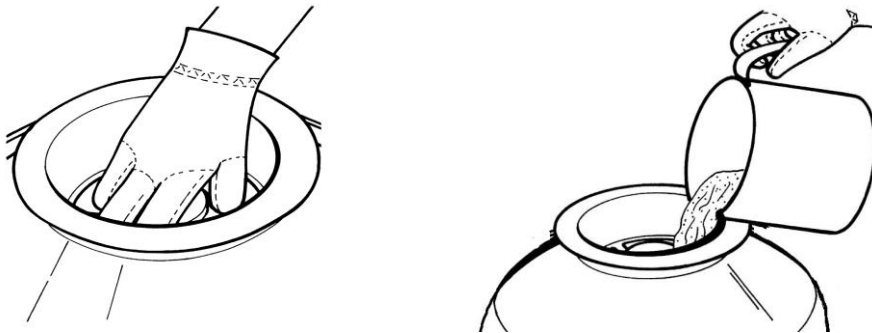

Fig. 4
- Placer maintenant le tuyau d'écoulement avec le vase de filtration inférieur par le haut dans le réservoir de filtre à sable. Puis, placer l'entonnoir sur l'ouverture supérieure du réservoir. Remplir maintenant le réservoir avec du sable siliceux (SPF 180 et SPF 250 F, poids du sable 13 kg / SPF 370 F, poids du sable 25 kg). Veiller à ce que le sable ne pénètre pas dans le tuyau d'écoulement. (Fig. 4)